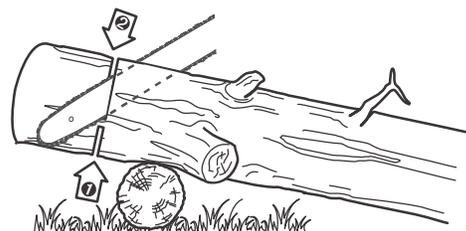

Fig. 40
2. Quando o tronco é suportado numa extremidade (Fig. 40), corte 1/3 do diâmetro a partir do lado inferior (corte transversal sobre a parte inferior). Em seguida, proceda ao corte final com um corte transversal até ao primeiro corte.